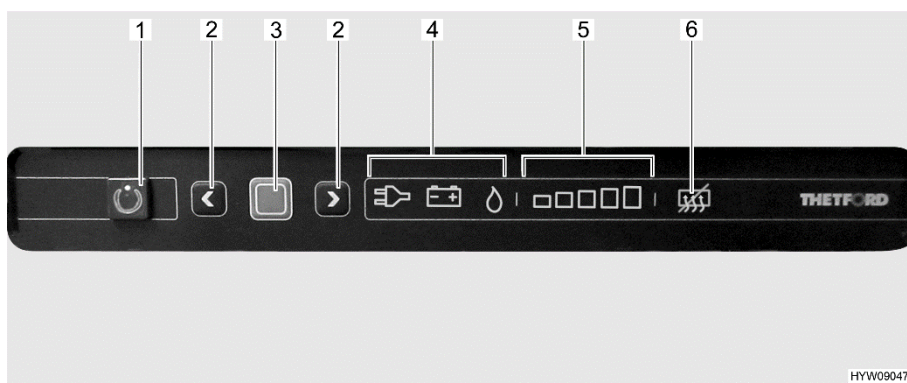

Fig. 146 Elementi di comando (frigorifero Thetford)
La modalità di funzionamento attuale è indicata da un simbolo luminoso (Fig. 146,4) sulla centralina di controllo.
Dopo l'accensione il frigorifero seleziona automaticamente la regolazione del termostato selezionata per ultimo. Questa impostazione può essere modificata manualmente con i tasti freccia (Fig. 146,2). Le barre luminose dell'indicatore del livello di refrigerazione (Fig. 146,5) visualizzano la temperatura selezionata sul termostato. Con i tasti freccia viene regolata la temperatura di refrigerazione per tutti i tre tipi di energia. Ci vogliono alcune ore prima che il frigorifero raggiunga la temperatura normale di esercizio. Cambiando la modalità di funzionamento la regolazione del termostato non viene modificata. La temperatura di refrigerazione è indipendente dal tipo di energia utilizzata.
- Premere il tasto On/Off (Fig. 146,1) per 1 secondo. Il tasto (Fig. 146,1) si illumina di verde. Dopo ca. 10 secondi, l'indicatore viene attenuato per risparmiare energia.
- Premere il tasto di conferma (Fig. 146,3). L'impostazione attuale della modalità di funzionamento viene visualizzata.
- Se non è impostata la modalità di funzionamento a gas: Per modificare l'impostazione, premere il tasto di conferma (Fig. 146,3) per ca. 2 secondi.
- Selezionare la modalità di funzionamento a gas con i tasti freccia (Fig. 146,2). L'alimentazione del gas è ora aperta. L'accensione avviene automaticamente. È udibile un ticchettio fino a quando procedura di accensione non è stata portata a termine.
- Premere il tasto di conferma (Fig. 146,3) per ca. 2 secondi.
- Premere nuovamente il tasto di conferma (Fig. 146,3). Il livello di refrigerazione attuale viene indicato dalle barre luminose (Fig. 146,5).
- Per modificare l'impostazione, premere i tasti freccia (Fig. 146,2) fino a visualizzare l'impostazione desiderata.
- Premere il tasto On/Off (Fig. 146,1) per ca. 2 secondi. Tutte le spie si spengono. Il frigorifero è spento.
- Se non è impostata la modalità di funzionamento 230 V: Per modificare l'impostazione, premere il tasto di conferma (Fig. 146,3) per ca. 2 secondi.
- Selezionare la modalità di funzionamento 230 V con i tasti freccia (Fig. 146,2).
- Se non è impostata la modalità di funzionamento 12 V: Per modificare l'impostazione, premere il tasto di conferma (Fig. 146,3) per ca. 2 secondi.
- Selezionare la modalità di funzionamento 12 V con i tasti freccia (Fig. 146,2).
Spegnimento: ■ Premere contemporaneamente entrambi i tasti freccia (Fig. 146,2) e tenerli premuti per 2 secondi. Il simbolo di disattivazione della funzione anti-condensa (Fig. 146,6) si illumina.
Accensione: ■ Premere di nuovo contemporaneamente entrambi i tasti freccia (Fig. 146,2) e tenerli premuti per 2 secondi. Il simbolo di disattivazione della funzione anti-condensa (Fig. 146,6) si spegne.